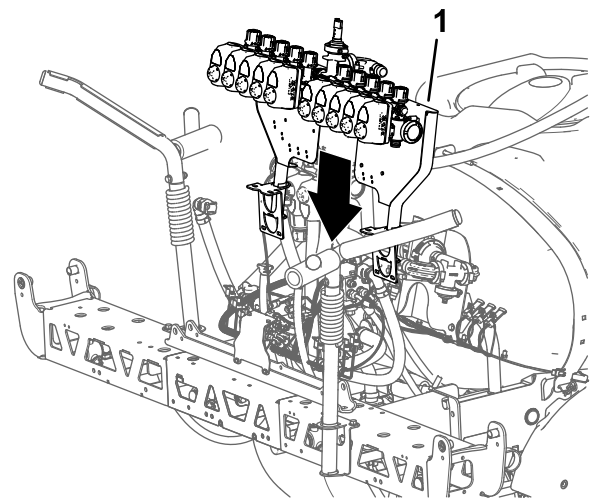

Bild 107
1. Verwenden Sie eine Hebevorrichtung mit der angegebenen Kapazität, heben Sie die Ventilbefestigung und das Sprühventil an und fluchten sie über dem mittleren Auslegerabschnitt aus (Bild 107).